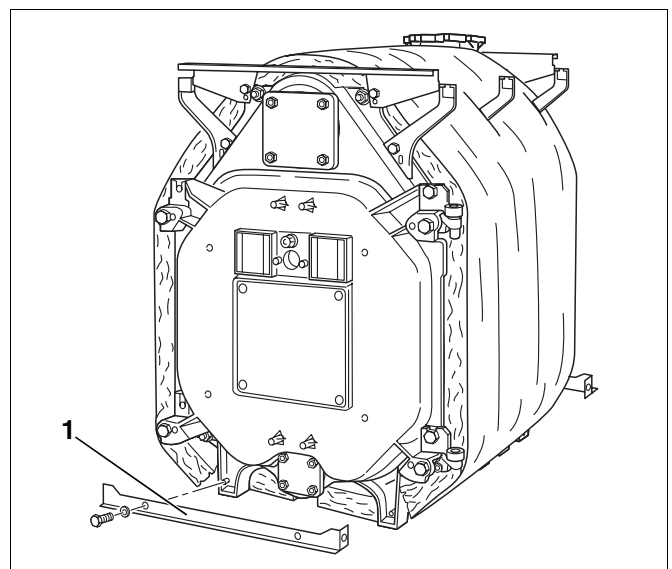

Abb. 43 Untere Quertraversen montieren
- Die Quertraversen unten vorne (Abb. 43, **Pos. 1**) und hinten mit je zwei Sechskantschrauben an den jeweiligen Kesselgliedfüßen anschrauben. Die Abkantungen dieser Traversen müssen nach außen zeigen.